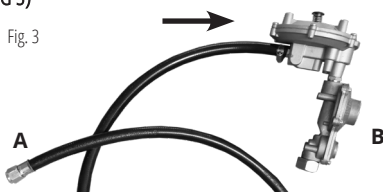

Fig. 3
3. Conectați furtunul de conectare la gaz la ieșirea GPL de pe panoul generatorului (partea A se conectează la ieșirea GPL de pe panoul generatorului, Fig. 3).